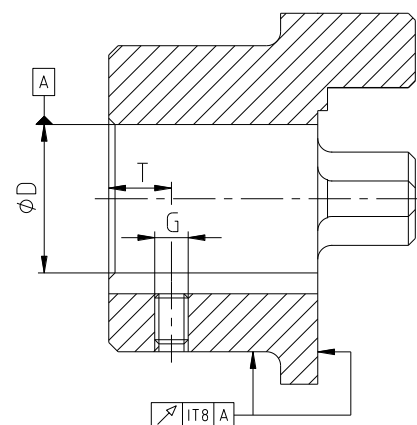

Fig. 7: Rund- og planløbsnøjagtighed
- Fremstiller kunden selv navboringen, skal rund- hhv. planløbsnøjagtigheden (se fig. 7) overholdes.